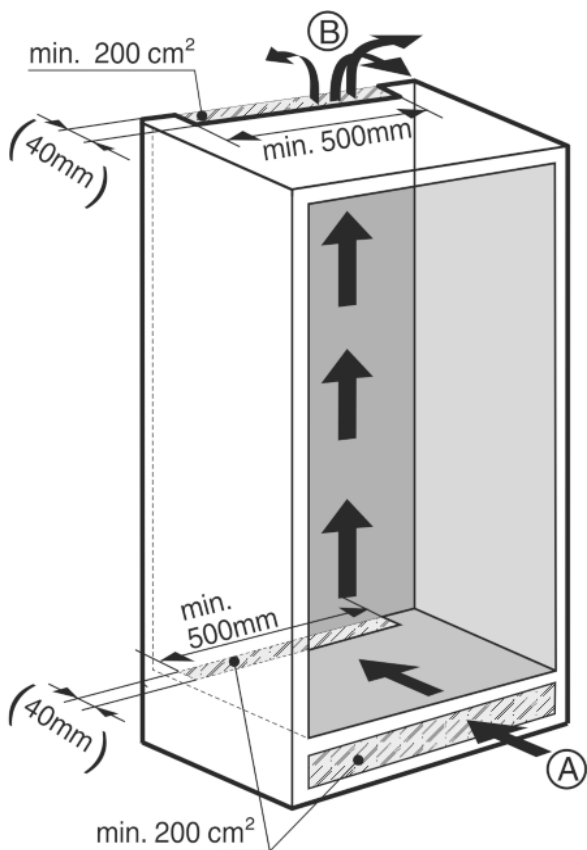

Fig. 3
- Es muss ein wirksamer Lüftungsquerschnitt von mindestens 200 cm2 pro Gerät an Lufttritt Fig. 3 (A) und Luftaustritt Fig. 3 (B) vorhanden sein.